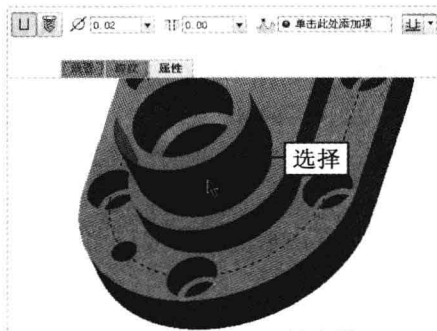

图 18-56 选择放置参考
Step 12 弹出“螺纹”选项卡,在绘图区选中合适的曲面作为放置参考,如图 18-56 所示。